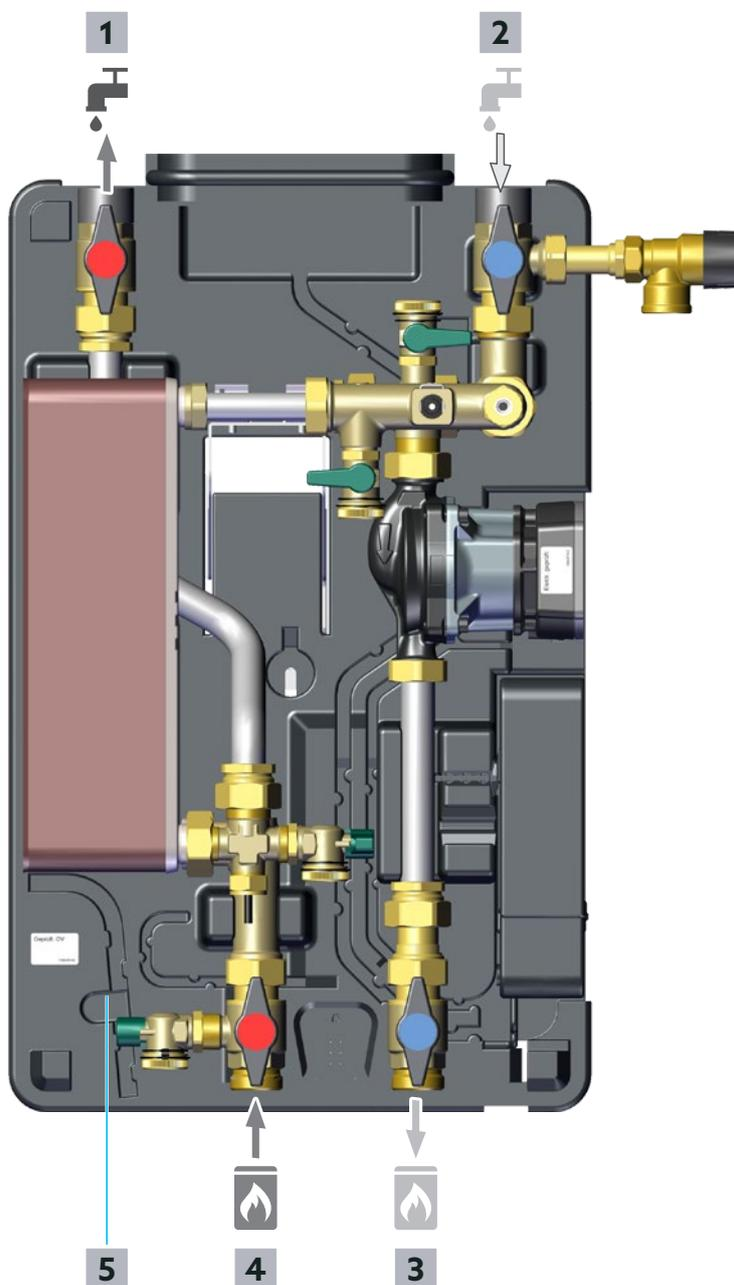

Fig. 14: Descripción funcional
- En caso necesario, instale un filtro de agua potable adicional (TF) (accesorios Oventrop) lo más cerca posible de la conexión de agua fría de la estación.
- Instale una válvula antirretorno (Posición 4 en Fig. 4 en la página 14) en la ida del agua potable (caliente) (posición 2 en Fig. 14 en la página 22), para separar el agua potable fría del agua que ya ha sido calentada en la estación.